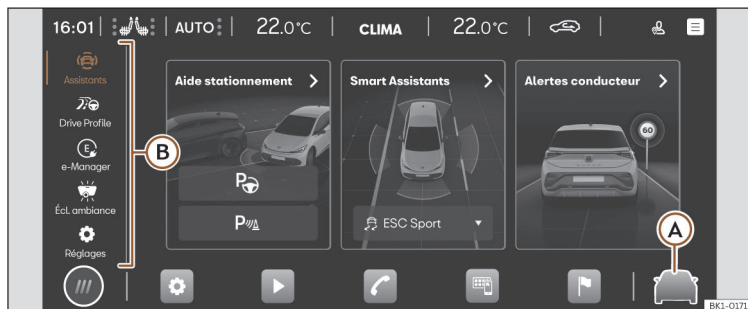

Fig. 29 Représentation schématique : Assistants et réglages du véhicule.
En appuyant sur >>> **fig. 29 (A)**, ou, dans le menu principal, sur **Réglages du véhicule**, le menu des assistants et des réglages du véhicule s'ouvre. Ensuite, en appuyant sur l'un des menus situés dans la zone de gauche **(B)**, l'écran affiche le menu de réglages ou d'assistants sélectionné.